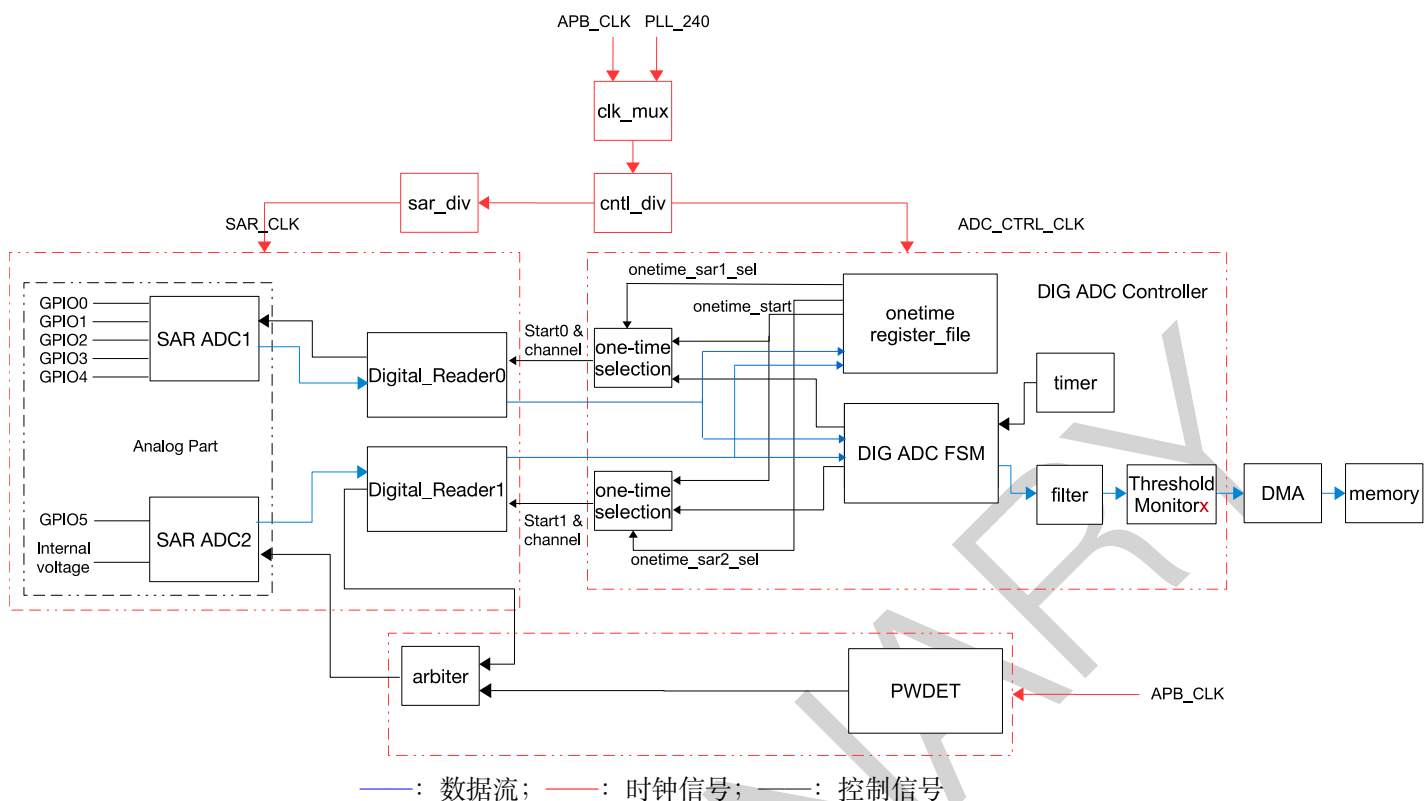

图 32-1. SAR ADC 的功能概况
SAR ADC 的主要元件与连接情况见图 32-1。
如图 32-1 所示，SAR ADC 模块主要包括以下元件：
- 将数据传输给滤波器 (filter), 然后阈值监控器 (threshold monitor) 通过 DMA 将数据传输给内存 (见图 32-1);